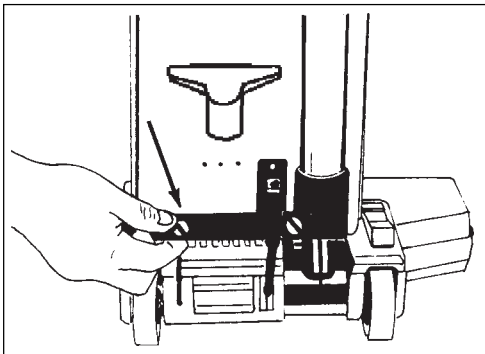
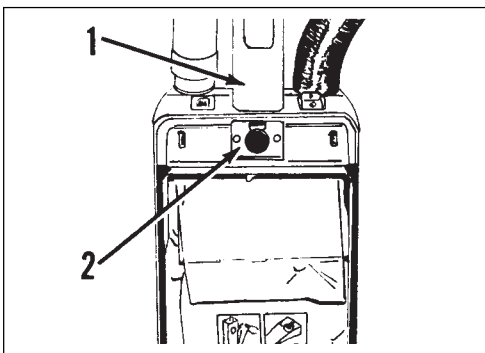

Figure 9
Figure 10
- c. There are two hinges with slots on the bottom of the tank housing (1). See figure 9. Put the tank housing on the pivot bracket. Slide the tank housing back until the slots fit around the front edge of the pivot bracket.
- d. Install the holding screws (2). See figure 9.
- b. Put the handle tube in the opening in the top of the tank housing (1).
- c. Put the thumbscrew through the hole in the front of the tank housing (2).
- d. Tighten the thumbscrew. To tighten the thumbscrew, turn it clockwise. See figure 10.
- c. Deux charnières à encoche se trouvent sur la face inférieure du réservoir. Voir figure 9. Placer le réservoir sur le support pivotant. Faire glisser le réservoir vers l'arrière jusqu'à ce que les encoches s'engagent dans l'arête antérieure du support pivotant.
- d. Placer et serrer les (2) vis moletées. Voir figure 9.
4. Fixer l'ensemble du timon au réservoir. Pour ce faire, suivre la procédure ci-après. Voir figure 10 :
- b. Engager le timon dans l'ouverture située au sommet du réservoir (1)
- c. Introduire la vis moletée dans le trou situé sur la face avant du réservoir (2).